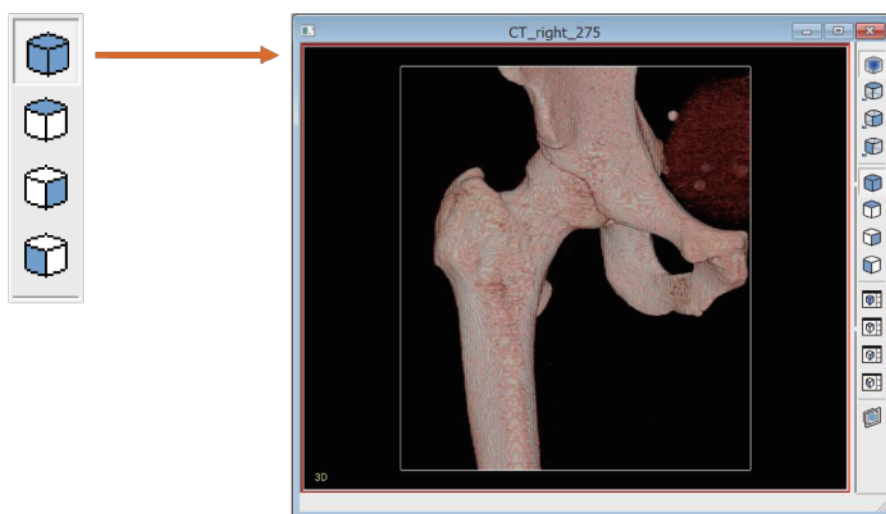

図3-6 ビュー切り替え (3D)
7. フォームの右側アイコンをクリックすると、表示方法を切り替えられます。3Dビューのみを表示することもできます。(図3-6)